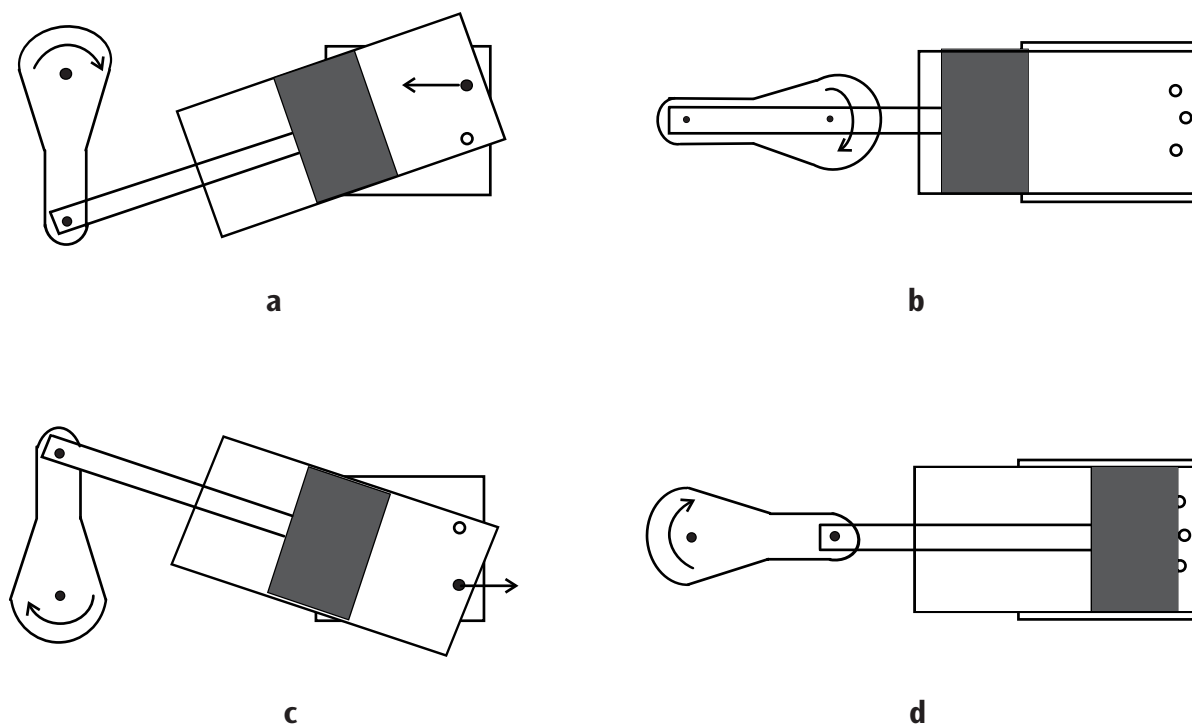

Fig.1: Ciclo de trabajo de la máquina de vapor oscilante
bolo (fig. 1 a). Cuando el émbolo ha llegado a la posición inferior final, los canales de vapor están cerrados. Con ayuda de la rueda volante, se supera este punto muerto (fig. 1 b). En la fase siguiente, el émbolo se mueve hacia atrás, abre el agujero de salida de vapor y expulsa el vapor mediante presión (fig. 1 c). El vapor se disipa por el tubo de vapor de escape ② y el tubo metálico de salida de vapor ⑬. El condensado, que se ha generado, circula a través del tubo de condensado ① al vaso de condensado ⑩. El émbolo alcanza el punto muerto superior, en el que nuevamente están cerrados ambos canales de vapor. Una vez superado el punto muerto superior mediante la rueda volante, se vuelve a admitir la entrada de vapor, y el proceso comienza de nuevo (fig. 1 d).